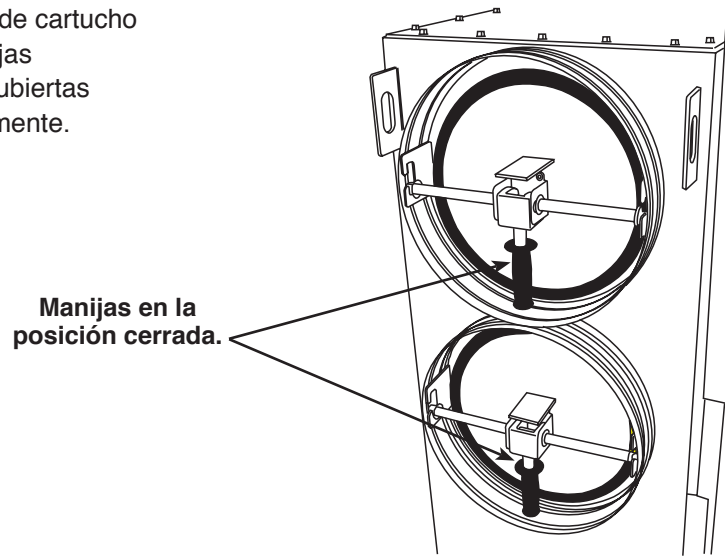

Figura 8
9. Verifique que las cubiertas del filtro de cartucho estén sujetas firmemente. Las manijas apuntan hacia ABAJO cuando las cubiertas están cerradas y trabadas correctamente. Consulte la Figura 8.